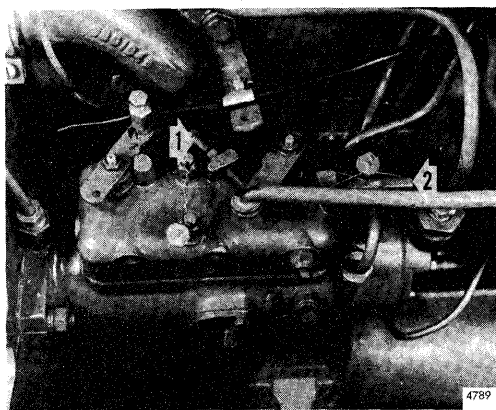

Fig. 30
2. Juster tomgangshastigheden til 475 - 525 omdr./min., svarende til 145-160 omdr./min. på kraftudtaget, ved hjælp af skruen (1) fig. 30.
3. Juster ved hjælp af skruen (2) højeste hastighed, ubelastet, til 2400-2450 omdr./min., svarende til 732-747 omdr./min. på kraftudtaget.